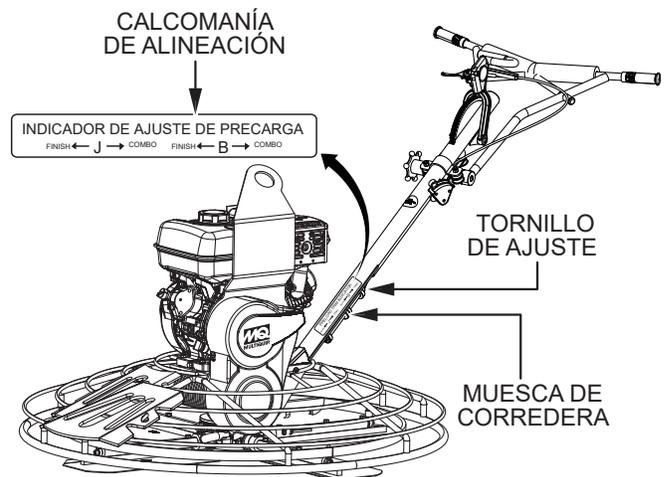

Figura 15. Ajuste de precarga de resorte
1. Ubique el tornillo de ajuste de precarga de resorte (Figura 15) en la cara de abajo del tubo del manillar.
2. Se ha puesto una calcomanía de alineación (Figura 15) en el lado del tubo del manillar para ayudar al usuario a ajustar el resorte del manillar Quick-Pitch™. Si se usa una alisadora de la serie J36, alinee la muesca en la corredera con la letra 'J' de la calcomanía. Si se usa una alisadora de la serie B46, alinee la muesca de la corredera con la letra 'B' de la calcomanía.